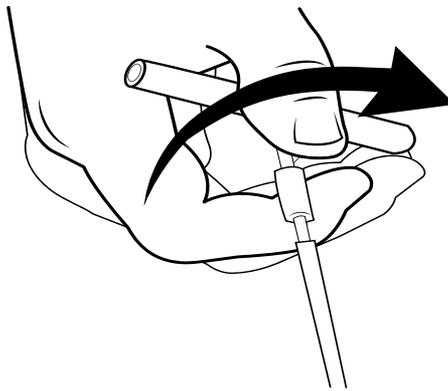

Figure 28. Retrait de la poignée de l'outil de tunnellisation
6. Une fois l'extrémité de l'outil de tunnellisation totalement exposée, dévisser et retirer la poignée de l'outil de tunnellisation (Figure 28).